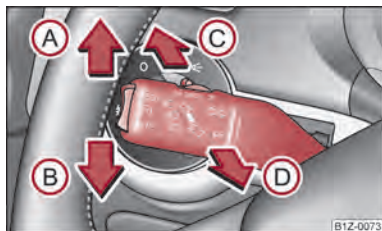

Fig. 30 Maneta pentru luminile de semnalizare și faza lungă
- Apăsați maneta în sus (A), respectiv în jos ⇒ fig. 30 (B).